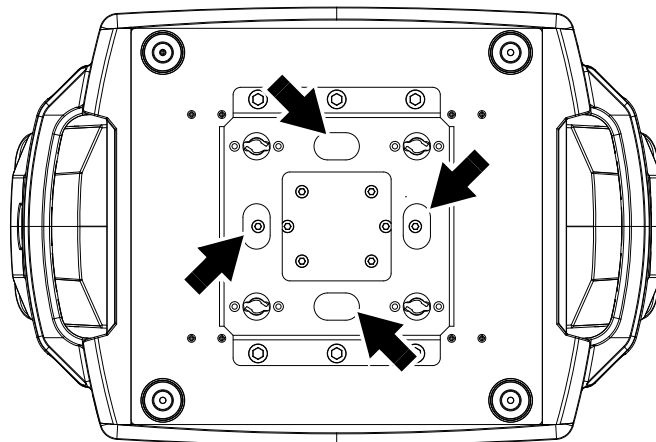

Bild 6: Befestigungspunkt für Sicherheitskabel
5. Siehe Bild 6. Installieren Sie ein Sicherheitskabel, das als Sicherheitsbefestigung für das Gewicht der Leuchte zugelassen ist, indem Sie es durch einen der vier Befestigungspunkte für Sicherheitsseile (Pfeil) im Boden der Basis und um einen sicheren Verankerungspunkt schlingen, sodass das Sicherheitskabel die Leuchte auffängt, wenn eine primäre Befestigung versagt. Beseitigen Sie so viel Spiel im Sicherheitsseil wie möglich (indem Sie es z. B. mehr als einmal um den Träger schlingen).